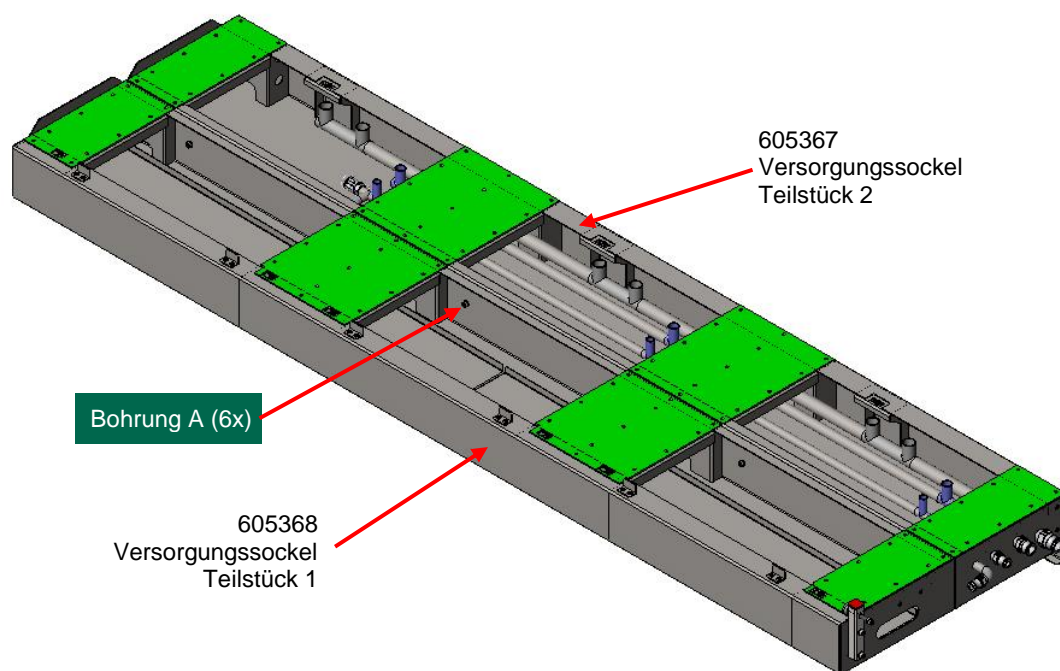

Abb. 4: Verschrauben der beiden Hälften des Versorgungssockels
- ◆ Legen Sie den Versorgungssockel Teil 1 und Teil 2 nebeneinander (siehe Abb. 4:)